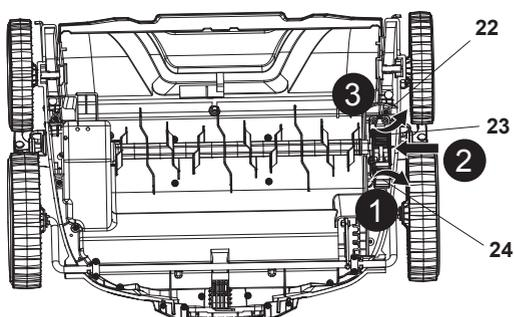

Fig. 7
2. Désengager le levier de verrouillage (24) en le tirant vers le haut, puis appuyer sur le bouton de verrouillage (23) et faire tourner le support de l'outil de coupe (22) pour libérer l'outil de coupe (Fig. 7, étapes 1, 2, 3).